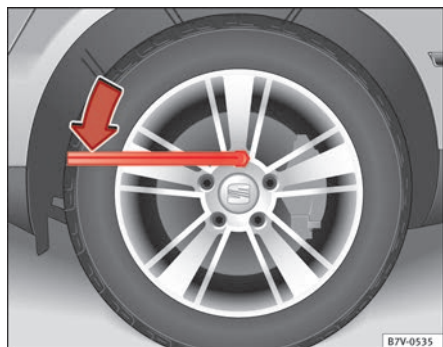

Abb. 181 Radwechsel:
- Radschlüssel bis zum Anschlag auf die Radschraube schieben ⇒ Abb. 181.